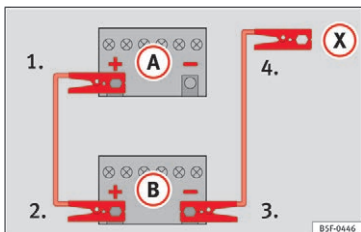

Fig. 68 Tilslutningsdiagram for biler uden start-stop-system
2. Sæt den ene ende af det røde startkabel på pluspolen (+) i bilen med det afladede batteri (A) »» » **Fig. 68**.
3. Sæt den anden ende af det røde startkabel på pluspolen (+) i den bil, der skal give strøm (B).
4. *I biler uden start-stop-system:* Sæt den ene ende af det sorte startkabel på stel-punktet (-) på den bil (B) »» » **Fig. 68**, der skal give strøm.